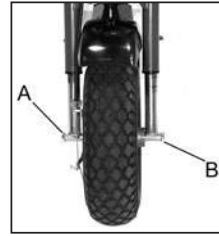

Fig. 66
6.2 Ruota anteriore (Fig. 66)
6.2 Front wheel (Fig. 66)
6.2 Vorderrad (Abb. 66)
6.2 Roue avant (Fig. 66)
6.2 Rueda delantera (Fig. 66)